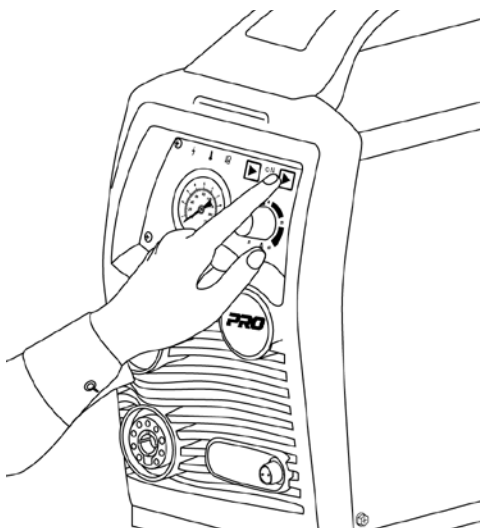
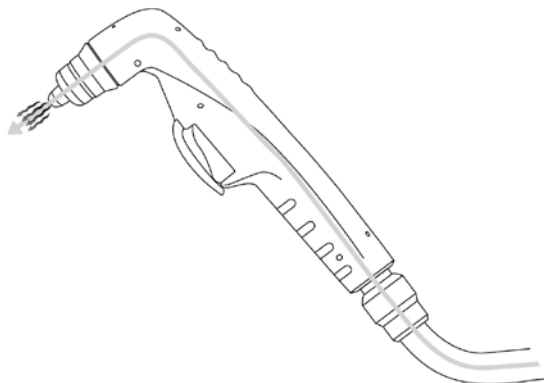

Рис. 8.11. Проверка рабочего давления.
Рис. 8.12. Плазматрон.
3. Проверьте рабочее давление (См. рис. 8.11). Нажмите на кнопку плазмотрона: пойдет подача сжатого воздуха без образования дежурной дуги (См. рис. 8.12).